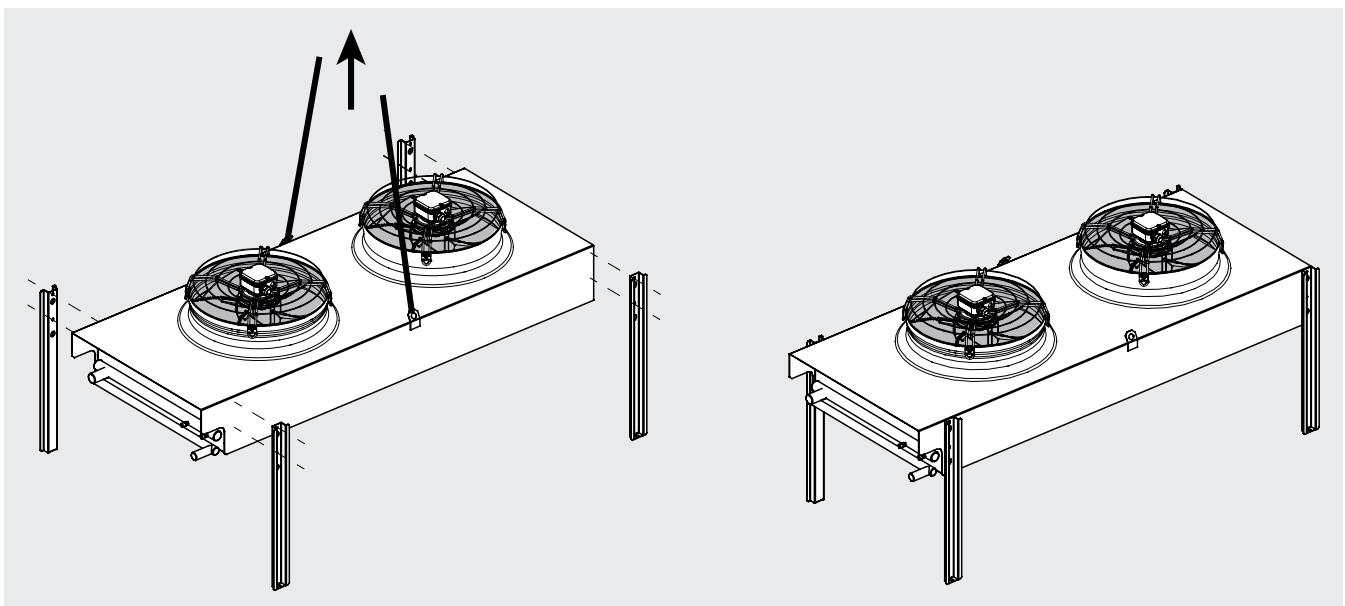

Abbildung 4
- 6.5 Standardmodelle werden mit Halterungen für die Installation mit horizontalem Luftstrom geliefert. Eine Installation mit vertikalem Luftstrom ist durch den Zusammenbau des entsprechenden optionalen Bausatzes möglich – siehe Abbildung 4.